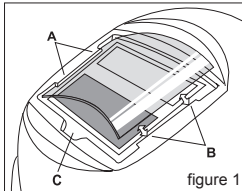

figure 1
**Remplacement du verre de protection avant :** Remplacer le verre de protection avant s'il est endommagé (fissuré, souillé ou piqué). Introduire un doigt dans le renforcement (C) sur le bord inférieur du verre de protection et incliner le verre vers le haut jusqu'à ce qu'il se dégage des bords repérés A et B (voir la figure 1).